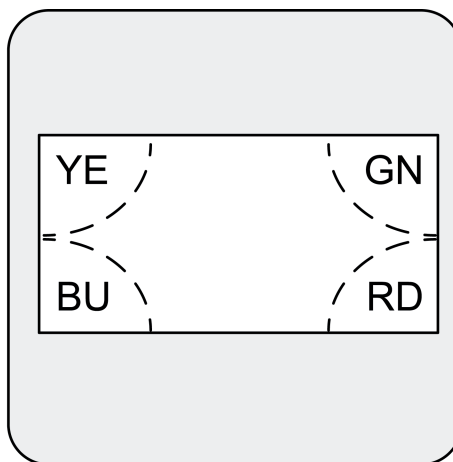

Bild 8: Status-LED
Hinter dem Sensorfenster (4) befinden sich Status-LED, die den aktuellen Betriebszustand anzeigen (Bild 8).